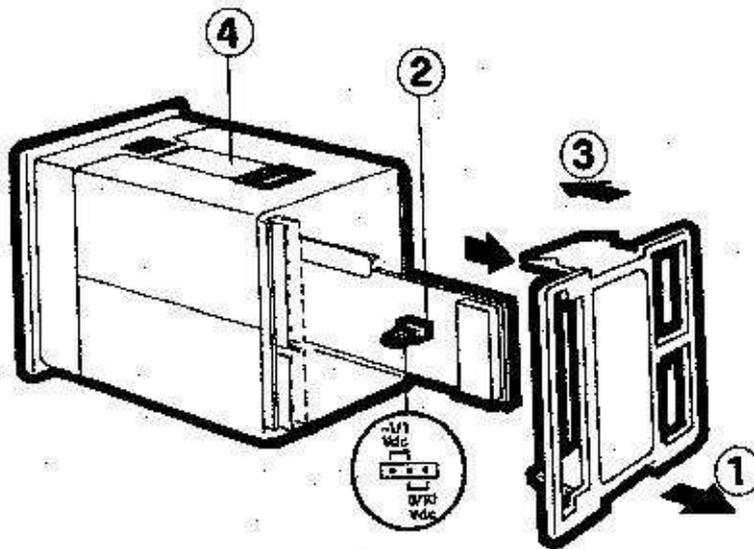

Bild 3 Wahl des Spannungseinganges
Hierzu ist die Rückwand (1) zu entfernen und die Leiterplatte (2) einfach herauszuziehen. An der Stelle (2) wird jetzt, durch Umstecken (siehe Bild 3), der Regler auf 0/10V Gleichspannung eingestellt. Es empfiehlt sich, um Fehler zu vermeiden, die Veränderung des Spannungseingangs auf dem Typenschild (4) (siehe Bild 3.1) zu vermerken. Des weiteren ist es notwendig die Einstellung C10 (siehe Abschn. 4.2) zu korrigieren !